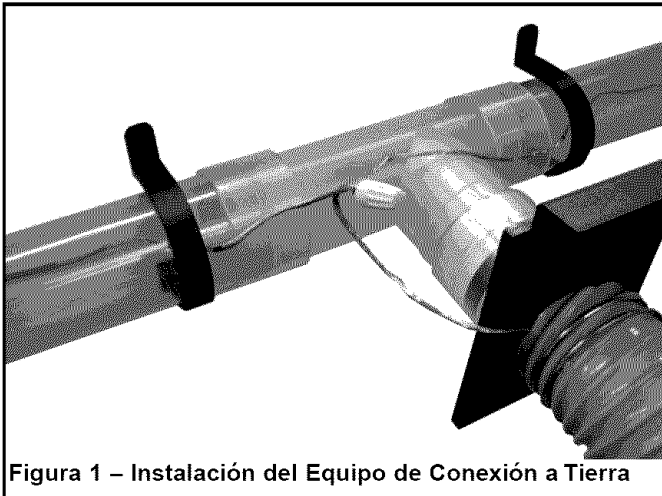

Figura 1 – Instalación del Equipo de Conexión a Tierra
- Una vez instaladas las mangueras flexibles, una los cables de conexión a tierra con las tuercas para cable (vea la Figura 1).
- Tire del otro extremo del cable y páselo alrededor de la compuerta de regulación de aire para conectar a los cables de los tubos (vea la Figura 1).